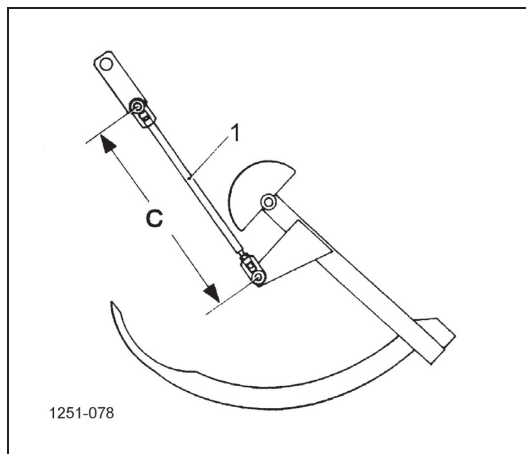

Рисунок 72
- ❑ Проверьте длину тяговых штанг иголок [1] с обеих сторон машины. Расстояние "С" между центром верхнего ушка и центром нижнего ушка должно составлять **797 мм** (Рисунок 72).